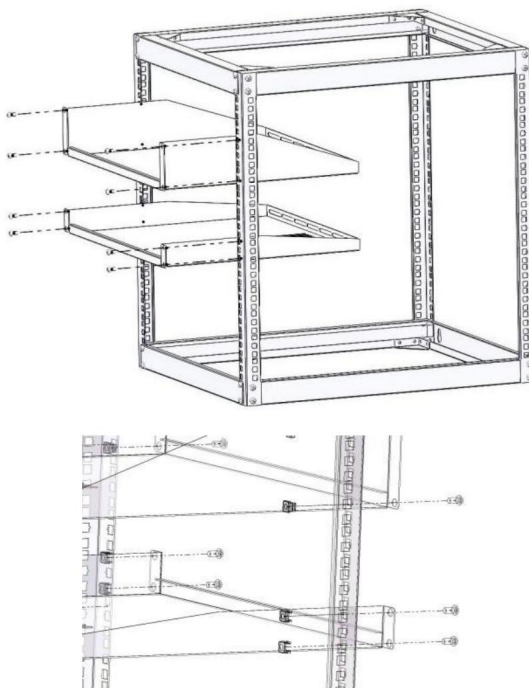

Figura 3
3. Posizionare il pallet superiore (2U) (6) e il pallet inferiore (1U) (7) sul rack. Fissare con 8 dadi a gabbia M6 (9) e 8 viti a testa a croce M6*12 (10). (Figura 3).